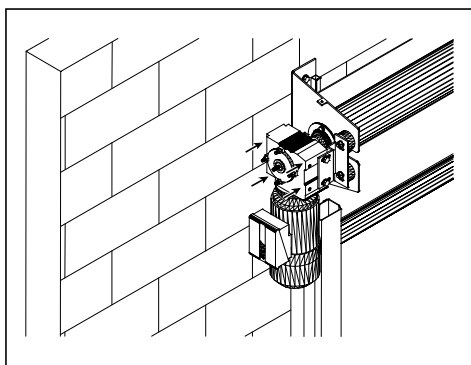

Figura 29
3. Encaixe o conjunto acionador sem conjunto de Fim de Curso no eixo chavetado da porta. (Veja Figura 29).